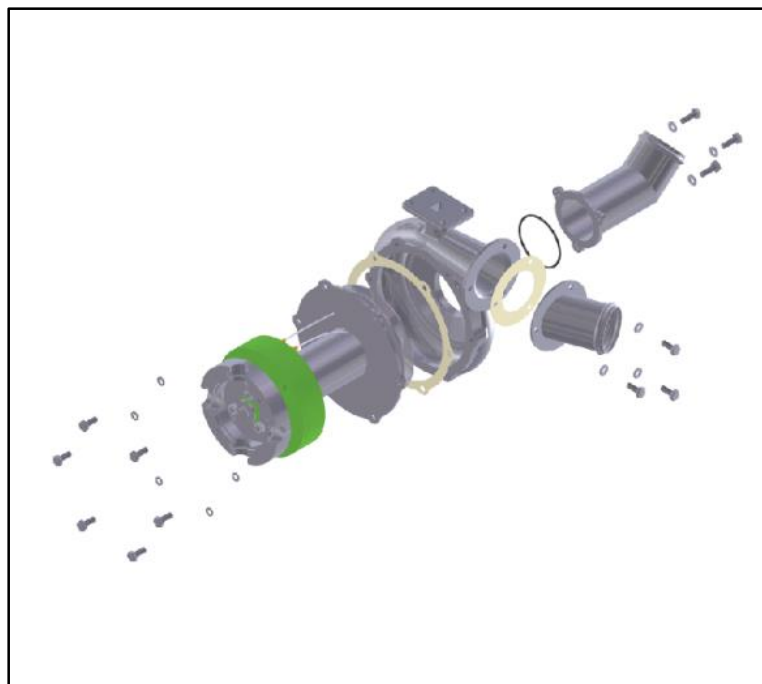

Figura 28: fixação do caracol, entrada e saída.
- j) Fixe o caracol no mancal observando a posição da saída do caracol. Passe vedante (silicone) nas duas peças antes de colocar a junta de velumóide, utilize veda-rosca nos parafusos 1/4" x 5/8" e prenda-os com arruelas de pressão (figura 28).
- k) Para a fixação da entrada do caracol, passe vedante (silicone) dentro dos furos do flange de entrada. Para vedação insira o o-ring em seu alojamento e parafuse a entrada no caracol. Lembre-se de passar veda-rosca nos parafusos 1/4" x 5/8" e utilizar arruelas de pressão (figura 28).
- l) Com parafusos 1/4" x 1/2" e arruelas de pressão, parafuse a saída no caracol, passando silicone nas duas peças antes de colocar a junta. Observe a posição correta antes de parafusar (figura 28).